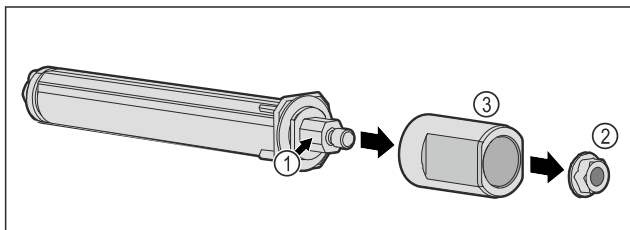

Fig. 58
- Neardykite durų uždarymo sistemos Fig. 58 (1).
- Atsukite veržlę Fig. 58 (2).
- Nuimkite įvorę Fig. 58 (3).